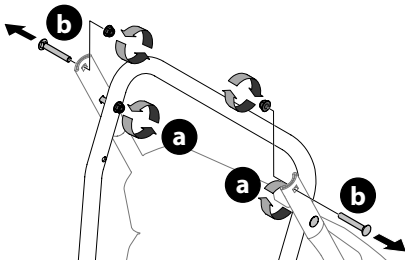

Figura 1
2. Afloje las dos tuercas superiores (a) que sujetan la manija superior e inferior y extraiga los dos pernos de carro (b) de la manija superior y póngalos a un costado como se muestra en la Figura 1.